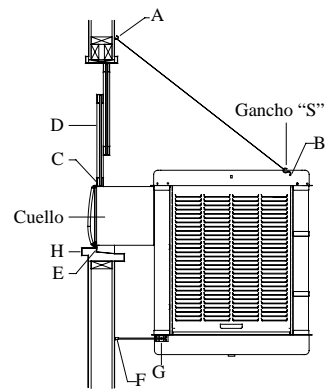

Fig. 2
- **Fije los ganchos en la pared.** Ponga los dos ganchos para la cadena arriba del cuello del enfriador, separados por una distancia equivalente al ancho de la unidad (A-fig. 2). Enganche una cadena en cada gancho y luego enganche un gancho "S" en cada cadena. **NOTA:** Los ganchos que vienen con ésta unidad tienen rosca de tornillo para madera y son para uso en paredes de madera. Las paredes de concreto o ladrillo requieren el uso de tuercas mariposas de suficiente fuerza o anclas con ganchos de acoplamiento.
- **Coloque el enfriador en la ventana.** Coloque el cuello del enfriador dentro de la ventana para que la parte inferior de la pestaña del cuello se asiente en la repisa de la ventana y la pestaña (E-fig. 2) se ajuste contra el borde de la repisa (H-fig. 2). Con la unidad situado en la ventana, enganche los ganchos "S" en los agujeros encontrado en la esquina trasera superior del enfriador (B-fig. 2).
- **Coloque la ventana detrás de la guarda de retención.** Levante la parte trasera del enfriador para que la ventana (D-fig. 2) pueda bajarse y quedar detrás de la parte superior de la guarda de retención (C-fig. 2).
- **Ajuste las patas.** Saque las patas (F-fig. 2) para que los toques de hule descansen contra el costado de la pared. Apriete el tornillo del collar (G-fig. 2).